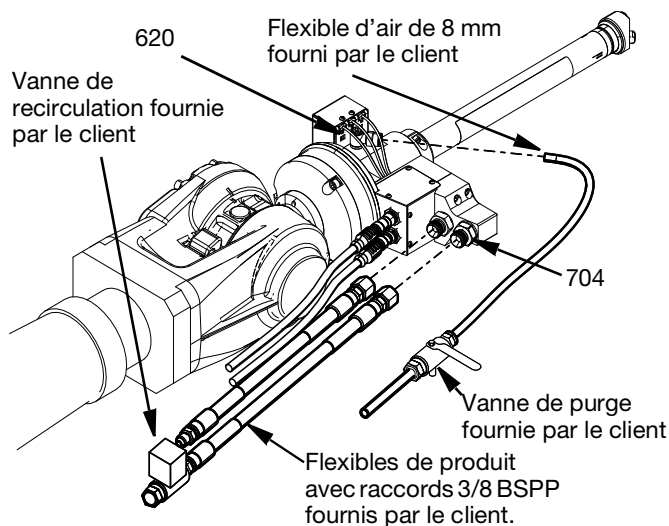

FIG. 6
L'alimentation en air est connectée au pistolet Switch 3D avec un flexible en polyuréthane de 8 mm au raccord tournant coudé (620) sur le côté du boîtier pivotant (619). Le client doit installer une vanne de purge d'air entre l'alimentation en air et le raccordement du pistolet Switch 3D. Voir FIG. 6.
connexions sont des entrées (aucun retour possible). Voir FIG. 6.
- Vérifiez que les électrovannes (613), indiquées sur les pièces de la chambre pivotante, page 31, fonctionnent correctement en ouvrant et en fermant chaque vanne du pendant du robot et écoutez le bruit du piston en fonctionnement.
- Ouvrez la vanne de recirculation fournie par le client et purgez le produit à travers la vanne jusqu'à ce que tout l'air emprisonné dans le retour de produit soit évacué. Voir FIG. 6.
3. Relâchez toute la pression d'air dans les conduites d'air en fermant la vanne de purge fournie par le client. Voir FIG. 6.
4. Si l'embout de la buse ou le flexible de produit est bouché ou si la pression n'a pas été entièrement relâchée après avoir suivi les étapes ci-dessus, desserrez très lentement le flexible de produit fourni par le client à partir du raccord d'entrée de 3/8 po. BSPP (704), (voir FIG. 6).